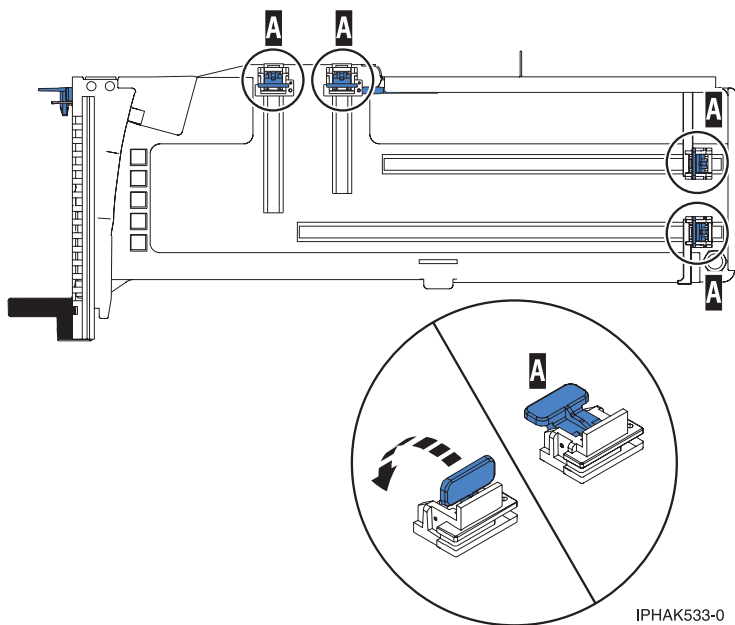

Abbildung 84. Adapterhalterungen in einer Kassette
- a. Stellen Sie sicher, dass alle Adapterhalterungen nach außen zu den Kanten der Kassette gedrückt wurden, damit der Adapter installiert werden kann. Siehe Abb. 84 auf Seite 82.